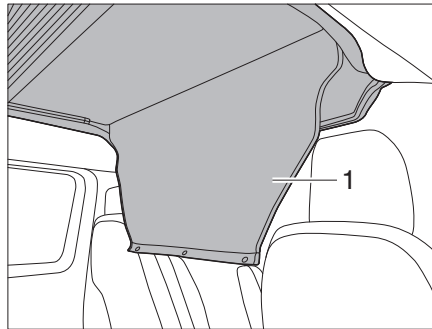

Figura 3 Enrollar la cubierta de acceso
- Abrir y enrollar la cubierta de acceso (Figura 3,1).